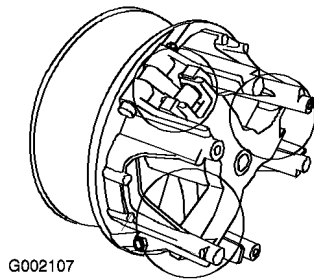

Bild 47
- Schmieren Sie die beweglichen Teile in den Bereichen, die in Bild 47 eingekreist sind, mit Toro Dry Lubricant Spray ein. Sie erhalten den Spray von Ihrem Toro Vertragshändler oder Distributor.